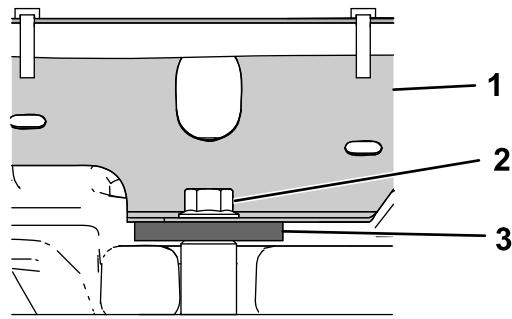

Figura 14
5. Sujete la parte trasera de los soportes del asiento con 2 pernos (3/8" x 1"), como se muestra en la Figura 14.